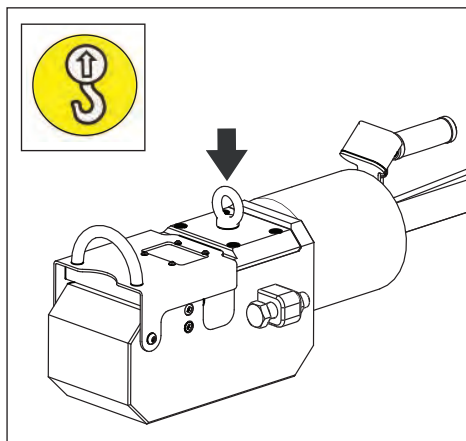

Figure 7, Point de levage de la cisaille
- S'il est nécessaire de déplacer ou de transporter la cisaille, n'utilisez que l'anneau de levage prévu. Se reporter à la Figure 7. Utilisez un équipement de levage de capacité adaptée.